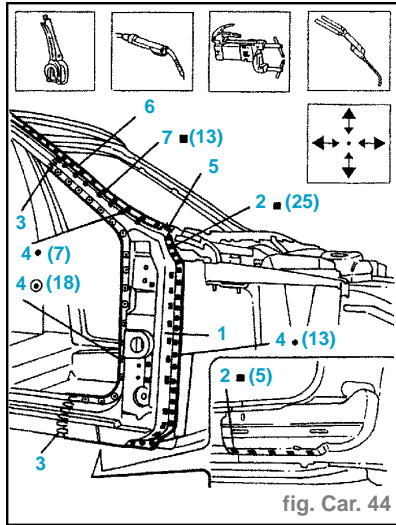

fig. Car. 44
- Utiliser le soudeur MIG et exercer la soudure dans les trous exercés précédemment sur le renfort sous-porte (2).
- Utiliser le soudeur à points et exercer quelques points de soudure sur les bords des pièces de rechange (3).
- Positionner et bloquer le montant antérieur sur la voiture (1) (fig. Car. 44).